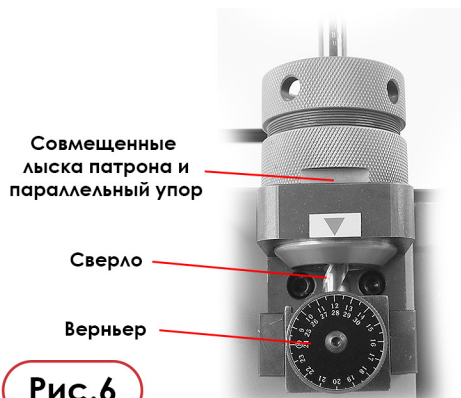

Рис.6
- Переместите сверло в цанговом патроне до упора и слегка вращая, придайте ему такое положение, чтобы одна из режущих кромок сверла расположилась параллельно лыске. Удерживая сверло в таком положении, затяните прижимную гайку цангового патрона до упора, тем самым надежно зафиксировав сверло в требуемом для заточки положении. (Рис. 6)